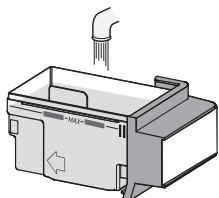

Figura 2
3. Cada vez que empiece a cocinar, abra la tapa y llene el depósito de agua con **agua del grifo fresca y fría hasta la marca MAX.** (Figura 2) No llene el depósito de agua por encima de la marca MAX.